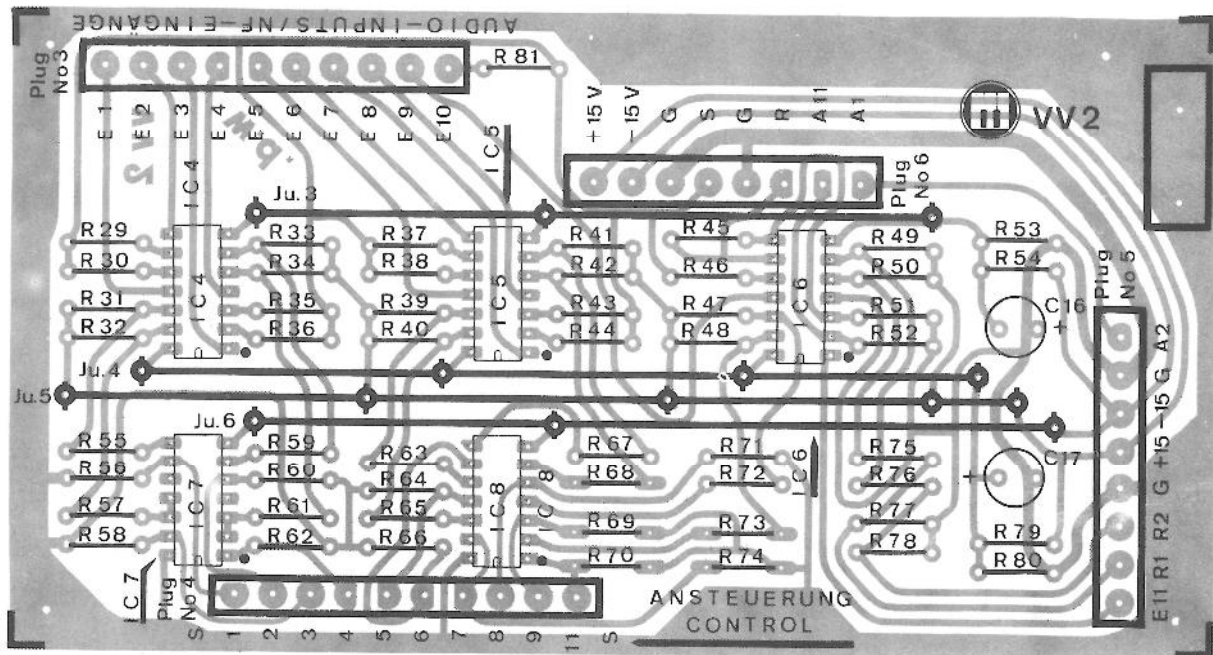

Abb. 11: Positionsdruck mit unterlegten Leiterbahnen der Steuerplatine VV 2 (Einzelplatine)
- () Bauen Sie die IC Sockel aus Tüte Nr. 20 (14-polig) in die Platine VV 2 ein. Beachten Sie, daß bei IC 7 zweimal zwei benachbarte Stifte auf der Kupferseite miteinander verbunden sind (siehe auch Abb. 11).